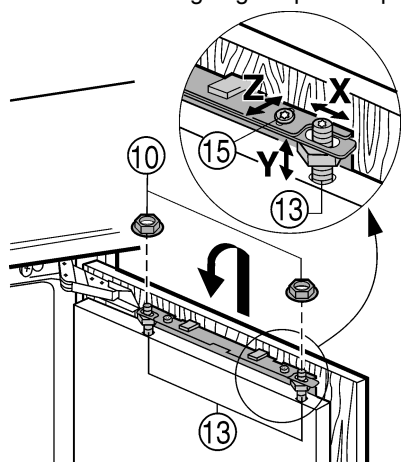

Fig. 16
- ▶ Meubeldeur aan de justeerbouten Fig. 16 (13) hangen en de contraoeren Fig. 16 (10) losjes op de justeerbouten schroeven.
- ▶ Meubeldeur in de hoogte Y en in de zijdelingse hoek uitlijnen: stelbouten Fig. 16 (13) met een schroevendraaier afstellen.
- ▶ Contraoeren Fig. 16 (10) vastdraaien.